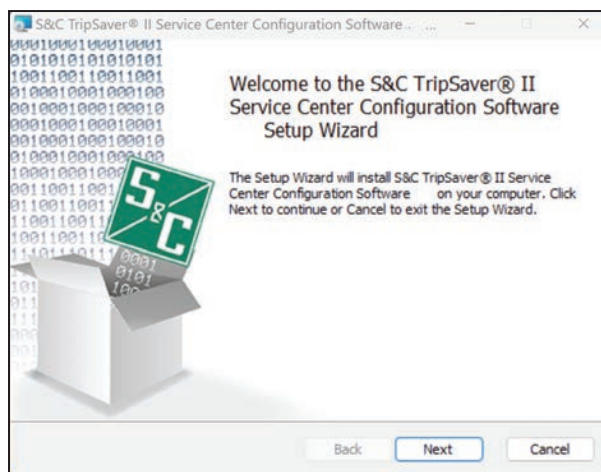

Figura 4. Assistente de Configuração de Instalação do SCC.
PASSO 2. Após o clique no botão **Install**, aguarde até que a instalação esteja concluída. O instalador instala automaticamente o framework .NET correto no computador, caso este não esteja ainda instalado. Quando o .NET estiver instalado com sucesso, o assistente de configuração do Software de Configuração do TripSaver II em Centro de Serviços da S&C é aberto. Ver Figura 4.